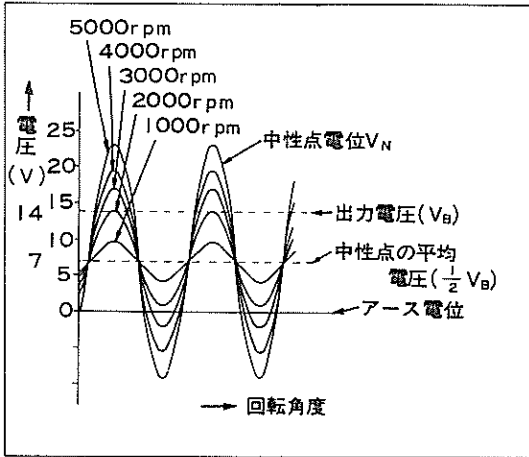

図5-77 中性点電位の変動
(1) 第3高調波により、中性点電位はオルタネータの回転数によって図5-77のように変化する。